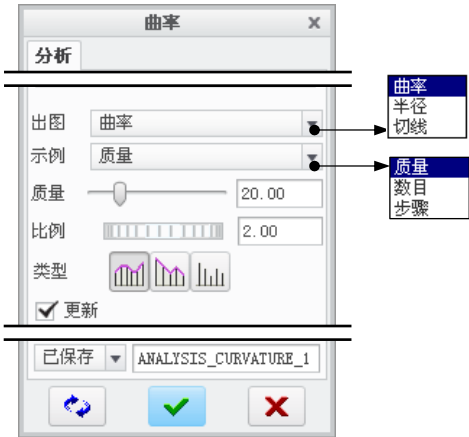

图 10.3.2 “曲率”对话框
- 在图 10.3.2 所示的“曲率”对话框中，可以设置曲率图的“质量”、“比例”和“类型”，所以同一条曲线会由于设置的不同而显示不同的疏密程度、大小和类型的曲率图。